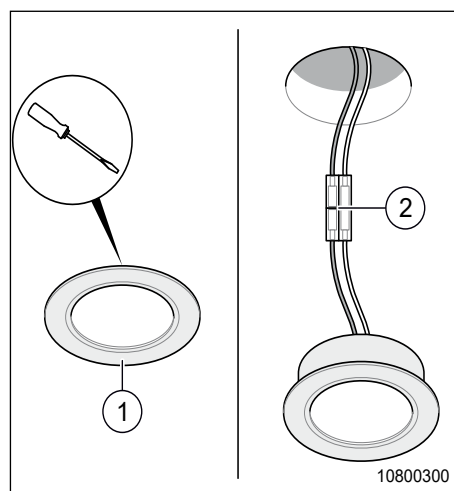

Fig. 74 Spot LED encastré
1. Sortir le spot encastré LED (Fig. 74, pos. 1) prudemment hors de l'ancrage à l'aide d'un tournevis à fente. Veillez à ne pas rayer le plafond ni la surface des meubles.